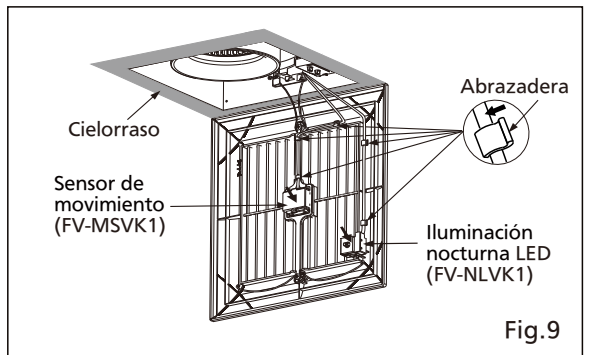

Fig.9
- ① Siga presionando las abrazaderas cuando quite la cubierta decorativa.
- ② Inserte la cubierta del sensor (accesorio para FV-MSVK1) en la ranura. Cubierta del sensor
11. Inserte el resorte de montaje de la rejilla en la ranura del lado de los cables. (Fig.9)
12. Conecte los dispositivos especificados que desee (consulte la instalación en la página 8). Inserte el sensor de movimiento (FV-MSVK1 solamente) o iluminación nocturna LED (FV-NLVK1 solamente) en la ranura de la rejilla. Coloque el cable principal dentro de la abrazadera (Fig.9).